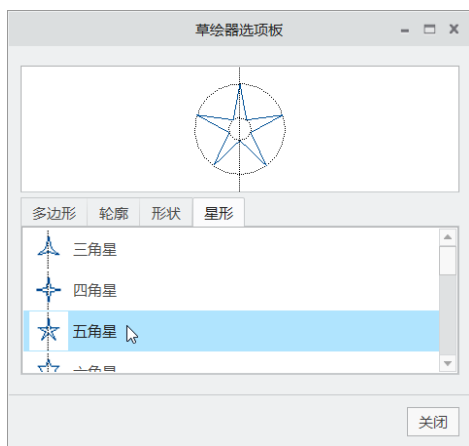

图 2-48 “草绘器选项板”对话框
- 3 单击与所需形状相对应的缩略图或标签,则与所选形状相对应的截面出现在预览窗格中。例如在“星形”选项卡中单击“五角星”标签,如图2-48所示。